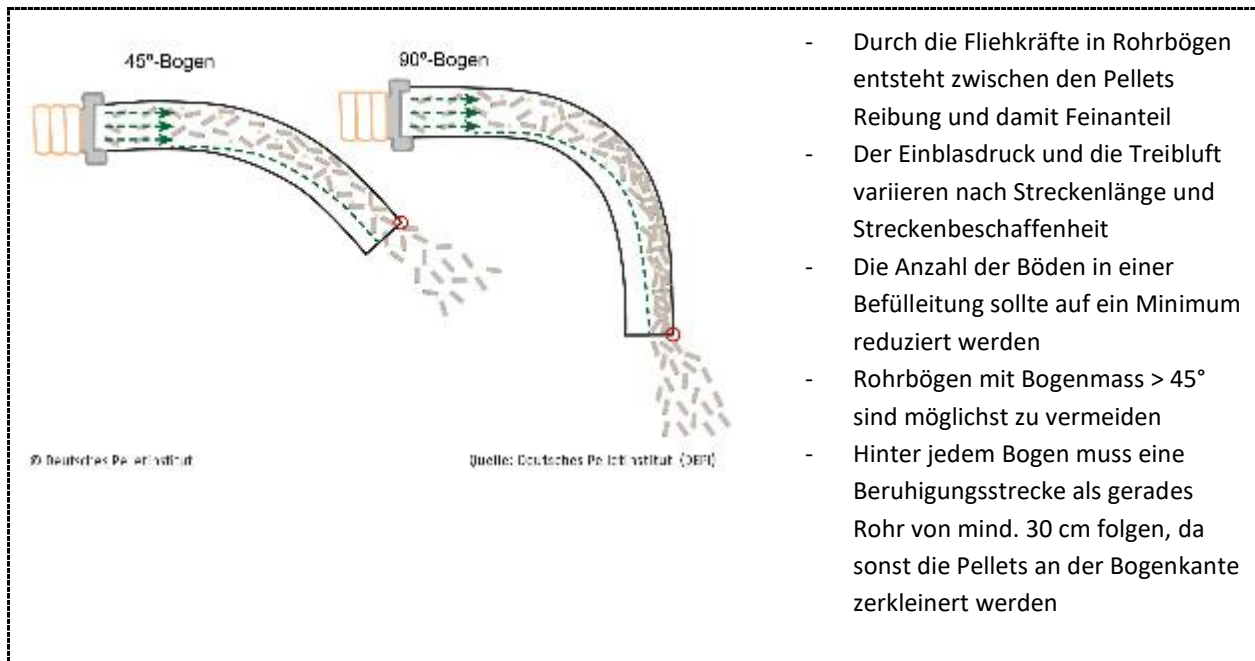

Abbildung 12: Strahlverhalten von Pellets in verschiedenen Bögen.
- Das Befüllsystem sollte ein gerades Ende mit einer Mindestlänge von 30 – 50 cm aufweisen um Turbulenzen im Pelletstrom zu vermeiden, welche zu grossen Streuwinkeln am Auslass führen würden (siehe Abbildung 12).